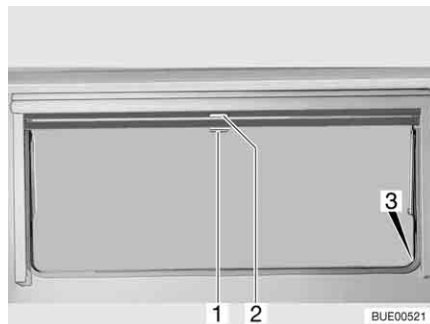

Fig. 11 Fenêtre projetante
Fermer : ■ Tirer le store occultant vers le bas en le maintenant par la poignée (Fig. 11,2). Lorsque le store occultant est complètement fermé, l'accrocher des deux côtés du cadre de la fenêtre dans le dispositif de blocage (Fig. 11,3).
- Tirer la moustiquaire par la poignée (Fig. 11,1) vers le bas et l'accrocher des deux côtés sur le cadre de la fenêtre dans le dispositif de blocage (Fig. 11,3).
- Appuyer sur la poignée (Fig. 11,1) vers le bas tout en la tirant légèrement vers l'intérieur. Décrocher à droite et à gauche la moustiquaire des dispositifs de blocage du cadre de la fenêtre.